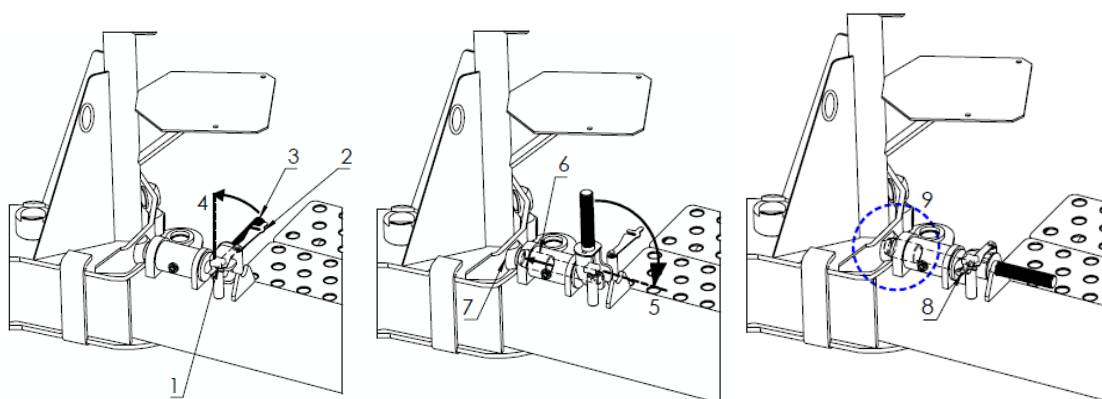

Рисунок 12. Блокировка положения дышла
Установка механической блокировки положения дышла (рис. 12):
- Под правое колесо обмотчика вставьте клиновой упор (1), находящийся в держателе на дышле.
- Отпустите блокировку положения дышла (2).
- Медленно передвигайтесь трактором вперед (3), пока дышло не достигнет крайнего положения (4).
- Заново установите блокировку положения дышла (**рис. 12**).